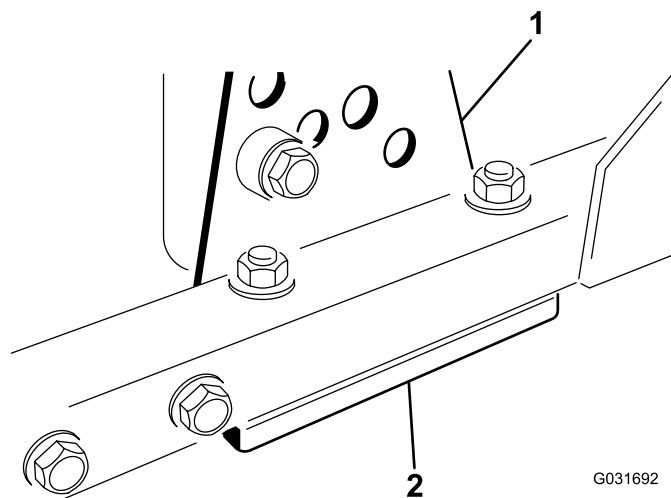

Figura 65
1. Retire el soporte de altura de corte (delantero, izquierdo o derecho) del bastidor de la carcasa (Figura 65).
2. Coloque suplementos de 1.5 mm (0.060") y/o 0.7 mm (0.030") entre el bastidor de la carcasa y el soporte hasta lograr el ajuste de altura deseado (Figura 65).